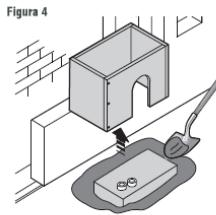

Figura 4
6. Quitar el encofrado (Figura 4).
7. Llenar el agujero alrededor del concreto con tierra (Figura 4).